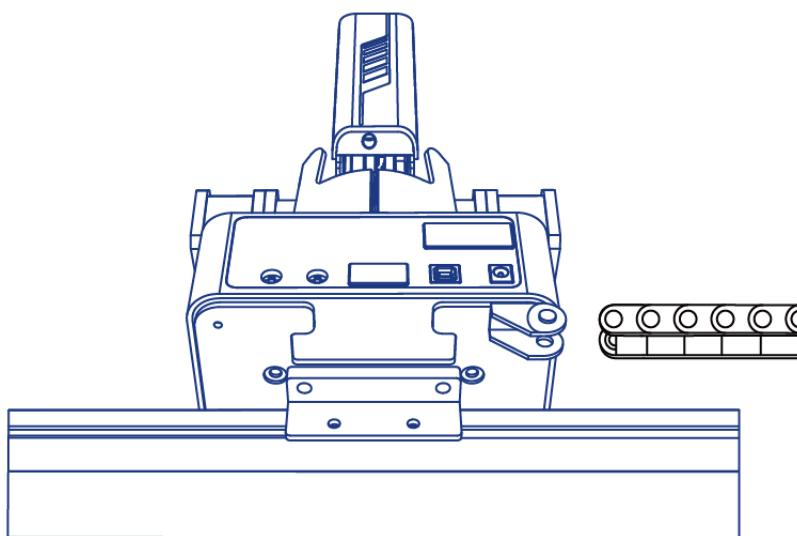

图 5.185 连接坦克链
**步骤 3** 将坦克链末端连接至坦克链公接头上，如图 5.185所示。